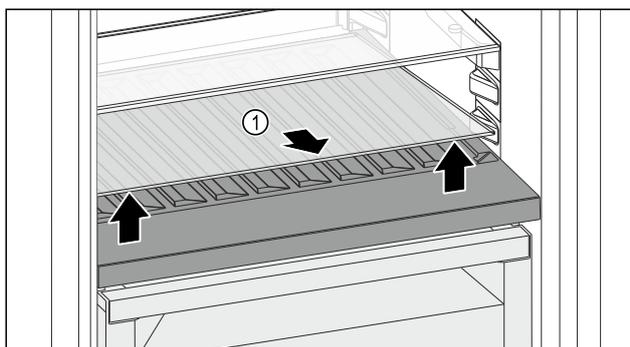

Fig. 96
- ▶ Soulever la plaque de verre Fig. 96 (1) au niveau de l'évidement avant et la retirer.
- ▶ Entreposer la plaque de verre Fig. 96 (1) dans un endroit sûr hors de l'appareil.